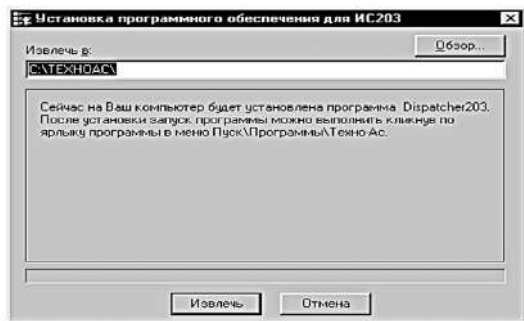

рис.4
3.2 В левой панели окна выбрать программу Dispatcher203. Для установки программы нужно нажать кнопку «Загрузить» или 2 раза щелкнуть левой кнопкой мыши по строке с названием программы. После запуска программы установки появится окно, показанное на рис. 4.